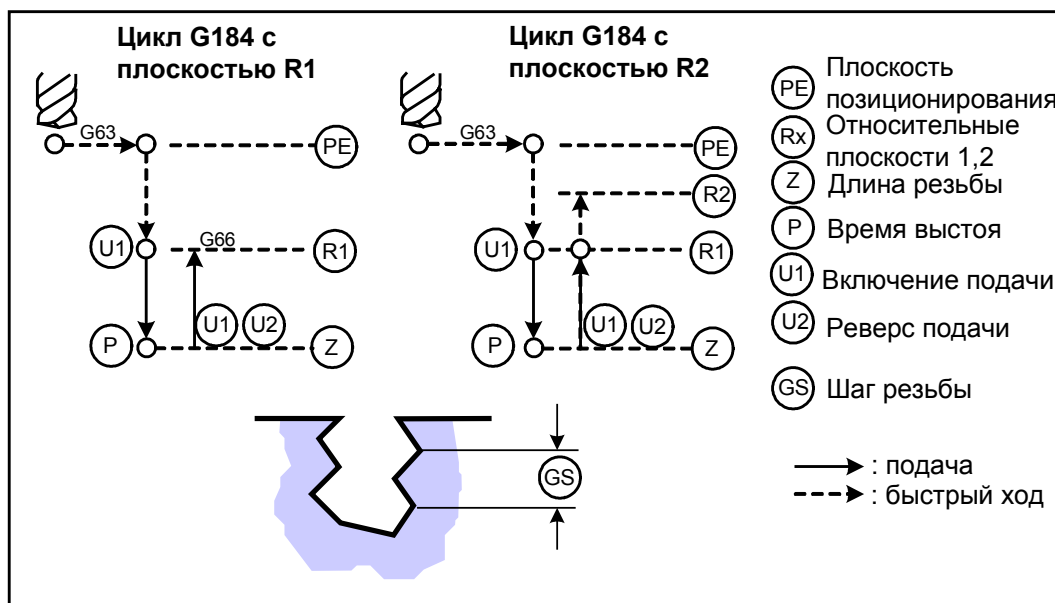

Рис.58.
40.5. Нарезание резьбы без компенсирующего патрона, - G184. Предусловием служит использование инструкции G32. Подача подсчитывается как произведение частоты вращения шпинделя на шаг резьбы. Левая или правая резьба выбирается с помощью знака параметра GS (шага резьбы). По достижении глубины резьбы Z, направление вращения шпинделя изменяется. Следовательно, вывод инструмента осуществляется со скоростью рабочей подачи (см. рис.58).